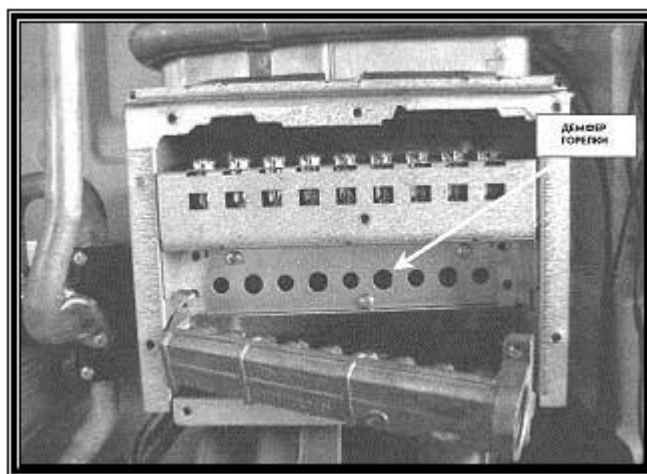

Рис. 2
3. Снимите крышку камеры сгорания, чтобы был виден коллектор, поменяйте форсунки и демпфер горелки (Приложение 1, рис. 2).